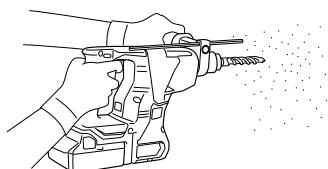

Fig. 15
- (2) Presionar el interruptor de gatillo después de poner la punta de la broca en la posición para taladrar. (Fig. 15)
- Si la broca entra en contacto con la barra de hierro de construcción, la broca se detendrá de forma inmediata y el martillo perforador reaccionará al giro. Por lo tanto, agarre bien el asa lateral y el asidero como se muestra en la Fig. 15.